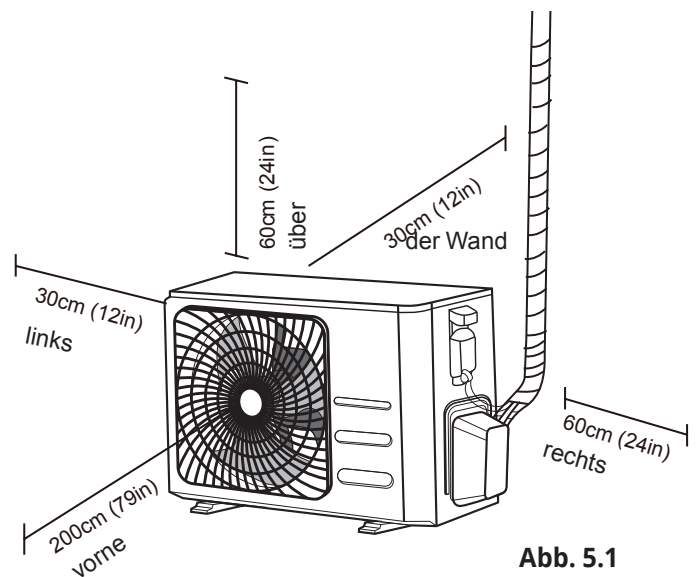

Abb. 5.1
- ✓ Sie erfüllen alle Anforderungen, wie im Abschnitt Spezifikationen des Installationsstandorts (Abb. 5.1) dargestellt